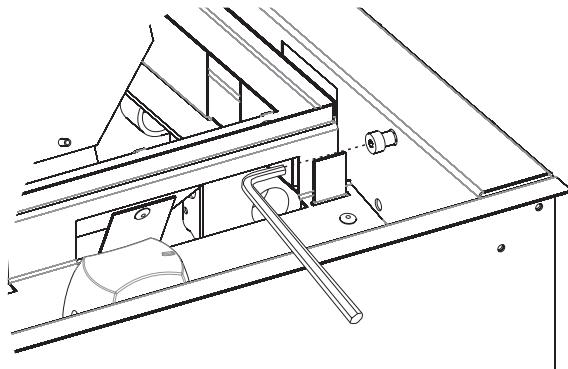

Figure 24
- b. Enlever les (4) garnitures (n° de repère 31 et 32, illustrées à la page 29) simplement en les soulevant du bac du brûleur.
- c. Retirer les deux boulons de la porte de commande à l'aide d'une clé Allen de 1/8 po. **Voir Figure 24.**
- Réinstaller les boulons de pivot déposés à la **Figure 24** et reposer la porte de commande.